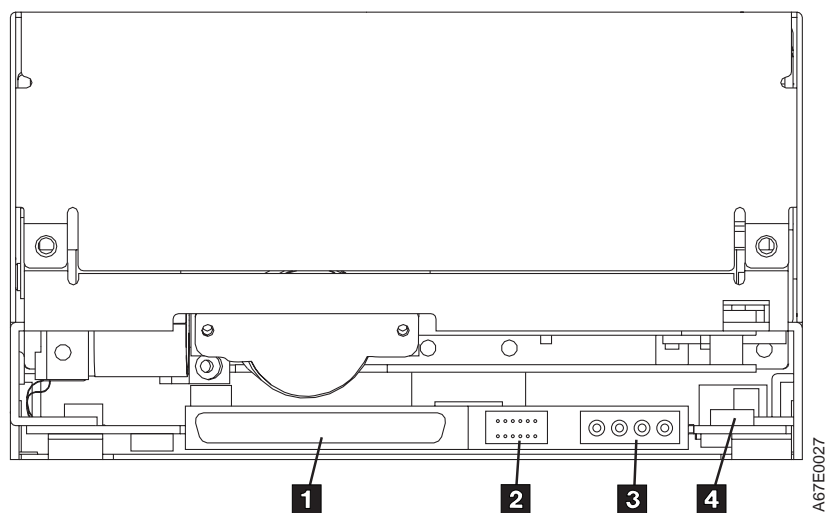

Abbildung 26. Kabel vom Bandlaufwerk trennen
- 2) Trennen Sie die folgenden Anschlüsse an der Rückseite des Laufwerks (siehe Abb. 26).